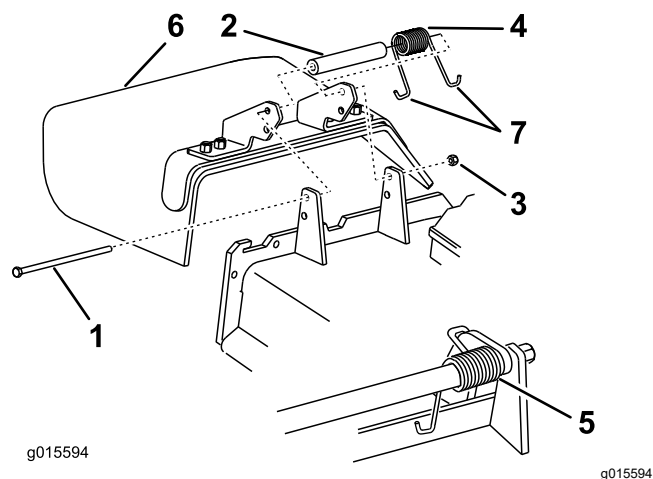

Figura 101
1. Retire la contratuerca, el perno, el muelle y el espaciador que sujetan el deflector a los soportes de pivote (Figura 101).
2. Retire el deflector de hierba dañado o desgastado (Figura 101).
Nota: Asegúrese de colocar un extremo con gancho en J del muelle detrás del reborde de la carcasa antes de instalar el perno, según se muestra en Figura 101.
6. Coloque 1 extremo en J del muelle alrededor del deflector de hierba (Figura 101).